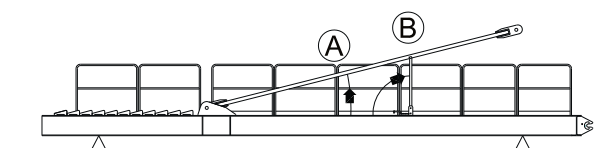

Fig.23
2.3.2. Com o módulo em perfil H da contralança no chão, (fig.23 A) levantar separadamente os tirantes A de modo a poder rodar 90° os suportes de apoio B, fixar estes apoios com a cavilha própria. Apoiar os tirantes nestes suportes. Colocar o estrado de aperto dos contrapesos na posição mais recuada.
2.3.2. Le module en H de la contre-flèche par terre (fig. 23 A), lever les tirants A séparément, afin de faire tourner les supports B à 90° ; fixer ces supports à l'aide des boulons appropriés. Poser les tirants sur ces supports. Mettre la planche de serrage des contrepoids dans la position plus en arrière.